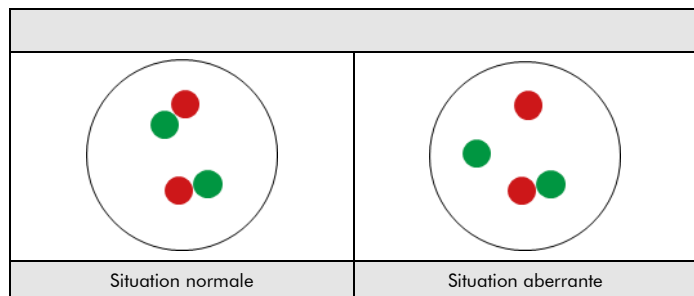

Fig. 2: Résultats attendus pour les noyaux normaux et aberrants
**Situation normale :** Dans les interphases de cellules normales ou de cellules une translocation impliquant la région du gène RET, deux signaux verts distincts en forme de points et deux signaux rouges distincts en forme de points apparaissent (Voir Fig. 2).
**Situation aberrante :** Une région du gène RET affectée par une translocation est indiquée par un signal vert distinct et un signal rouge distinct (Voir Fig. 2).